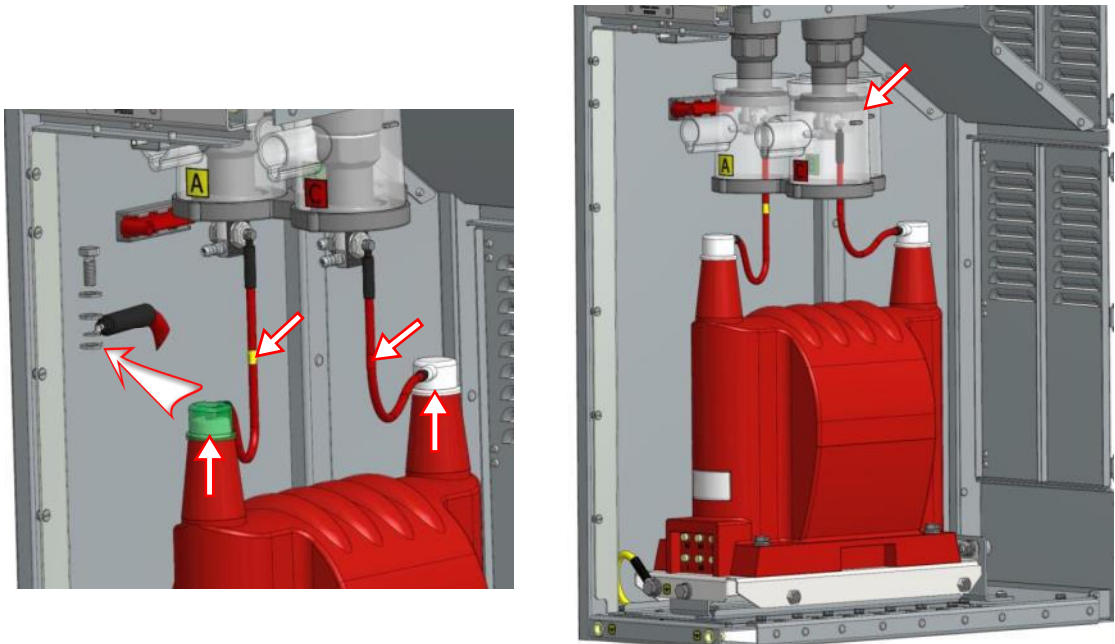

Рис.4.30. Подключение высоковольтных проводов
5. Подключить высоковольтные жгуты от фазы А к клемме «А» ТСН и от фазы С к клемме «Х» ТСН, используя болт М6х16, две плоских и одну пружинную шайбы под М6. Точки подключения к ТСН закрыть резиновыми изоляторами, ранее установленными на жгутах. Наклеить этикетки маркировки фаз А и С посередине жгутов TER_SGunit_Harness_102 в виде кольца, сделав не менее полутора оборотов, излишки этикеток обрезать, рисунок 4.30 - слева.